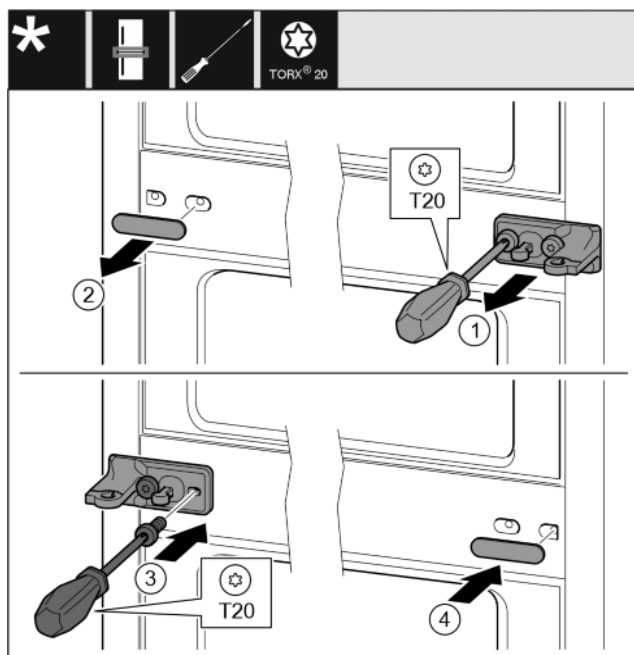

Fig. 26
- Skinite podložnu pločicu. Fig. 26 (1)
- Odvijačem T20 odvijte vijke. Fig. 26 (2)
- Oprezno skinite pokrov. Fig. 26 (3)
- Čvrsto zavijte podložak ležaja s folijom okrenuto za 180 ° na drugoj strani. Fig. 26 (4)
- Postavite pokrov okrenut za 180° na drugoj strani. Fig. 26 (5)
- Natakните podložnu pločicu s prednje strane. Fig. 26 (6)